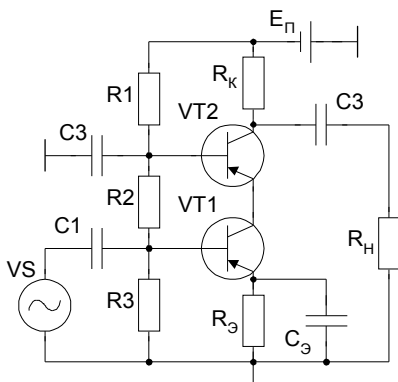

Рис. 23. Каскодный усилитель
4.28. Определить коэффициент усиления по напряжению усилителя с ОЭ и динамической нагрузкой (рис. 23), если оба транзистора идентичны и имеют параметры: $h_{11Э} = 1,5 \text{ кОм}$, $h_{12Э} = 8,8 \cdot 10^{-4}$, $h_{21Э} = 49$, $h_{22Э} = 40 \text{ мкСм}$, $R_{Г} = 50 \text{ Ом}$, $R_{Н} = 10 \text{ кОм}$, $R_1 = 20 \text{ кОм}$, $R_2 = 2 \text{ кОм}$, $R_3 = 470 \text{ Ом}$.